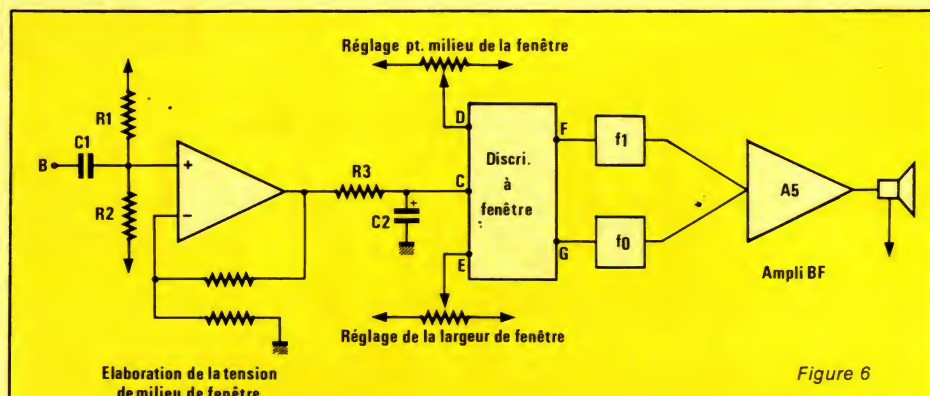

Figure 6
Un détecteur conçu comme indiqué à la figure 6 est sensible, discrimine et reste silencieux lorsque la tête n'est perturbée que par la minéralisation du sol. Le signal, prélevé au point B, est amplifié par un amplificateur dont la tension d'entrée est fixée par les résistances R_1 et R_2 . Le condensateur C_1 élimine la composante continue du signal (B). Cette tension, multipliée par le gain de l'amplificateur donne la tension d'entrée du discriminateur à seuils. Elle doit être identique à la tension D référence du point milieu du discriminateur à seuils. La variation de la tension en E détermine la largeur de la fenêtre. Le réglage fait varier la valeur des seuils Haut et Bas symétriquement par rapport à la valeur du point milieu. Il est dénommé « réglage de l'effet de sol ».